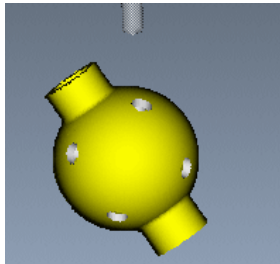

图 7.2.13 NC 检测结果
Step1. 在“钻孔”操控板中，单击  按钮，系统弹出“VERICUT 7.1.5 by CGTech”窗口，单击  按钮，运行结果如图 7.2.13 所示。